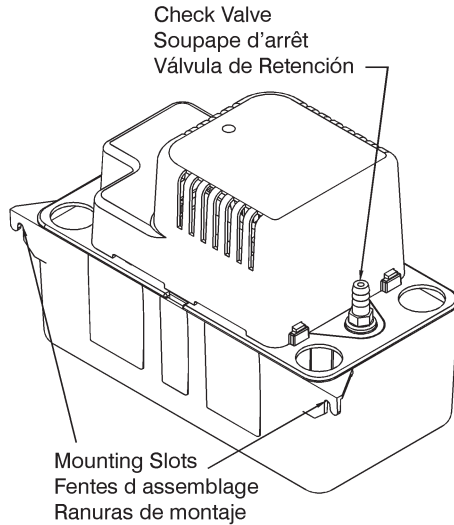

Figure 5
- Using the two slots located on the ends of the tank (Fig. 5), mount the unit either on the side of the air conditioner or on a nearby wall. Ensure that the pump is level and the inlet is below the coil drain. **NOTE:** Conduit fittings are not compatible with the plastic pump housing.
- From pump, extend discharge straight up as high as necessary (but not above head/GPH of pump.) From this high point, slope discharge down slightly to a point above drain area, then turn down and extend to a point below or approximately level with the bottom of the pump. This will give a siphoning effect, which will improve efficiency of pump and will, in most cases, eliminate the need for a check valve (Fig. 5). If it is not possible to slope discharge line down, make an inverted "U" trap directly above the pump at the highest point.
2. Montage-Deux fentes situées à l'extrémité du couvercle de réservoir, permettent le montage. Celui-ci doit être fait près d'un climatiseur ou d'un mur (Fig. 5). La pompe doit être à niveau et l'arrivée doit se trouver sous le serpentin d'écoulement. Son carter en plastique n'est pas compatible avec la tuyauterie.
2. Le tuyau de sortie, s'il est flexible, doit être fixé avec une pince à tuyaux (non comprise). S'il est rigide, il ne doit pas dépasser 3/8 po (0,5 cm) de D.I., afin d'éviter un reflux excessif vers la pompe. À partir de l'unité d'extraction, étirer verticalement le tuyau d'écoulement jusqu'à la bonne hauteur. Ne pas l'étirer au dessus de la tête/GPH du modèle installé. De ce point haut, incliner légèrement le tuyau d'écoulement vers un point situé au-dessus de lieu d'écoulement; rabattre et étirer jusqu'à un point situé en-dessous ou à peu près au même niveau que le bas du système de condensation ce qui donnera un effet de siphon qui en augmentera l'efficacité et éliminera pratiquement l'installation d'une soupape d'arrêt (Fig. 5). S'il n'est pas possible d'incliner le tuyau d'écoulement, faire un branchement en U inversé, à un point situé le plus haut au-dessus de la pompe.
2. Montaje de la bomba: el tanque tiene dos ranuras, destinadas a montar la unidad. Las ranuras se encuentran situadas en el extremo de la cubierta del tanque (Fig. 5). La unidad deberá montarse al lado de la unidad del acondicionador de aire o en una pared cercana a ella. La bomba deberá estar nivelada y la toma deberá encontrarse debajo de la bobina de drenaje. Los accesorios de tubo aislador no son compatibles con la caja plástica de la bomba.
2. La tubería de descarga debe ser una tubería flexible o tubos de un diámetro interno máximo de 3/18 de pulgada, para evitar un reflujo excesivo a la unidad. Desde la unidad de agua de condensación, extienda la tubería directamente hacia arriba, a la altura que sea necesaria. No tienda esta tubería por encima de la cabeza/GPH del modelo específico que se esté instalando. Desde esta altura, coloque la tubería de descarga en declive ligero, hasta un punto por encima del área de drenaje. Luego, vuélvala hacia abajo y tiéndala hasta un punto que se encuentre aproximadamente al mismo nivel del fondo de la unidad de agua de condensación o por debajo de éste. Esto producirá un efecto de sifón, que incrementará la eficiencia de la unidad de agua de condensación, y en la mayoría de los casos eliminará la necesidad de una válvula de retención (Fig. 5). Si no es posible colocar en declive la tubería de descarga, haga un purgador en forma de "U" invertida, directamente sobre la bomba, en el punto más alto.